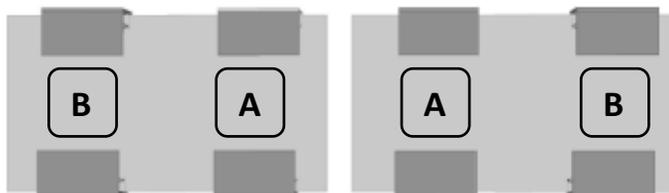

Figura 17
4. Avvitare SunHook1 Orizzontale Alto e Basso al retro del lato lungo del pannello nella sequenza BASSO-ALTO-ALTO-BASSO ; (Figura 17)